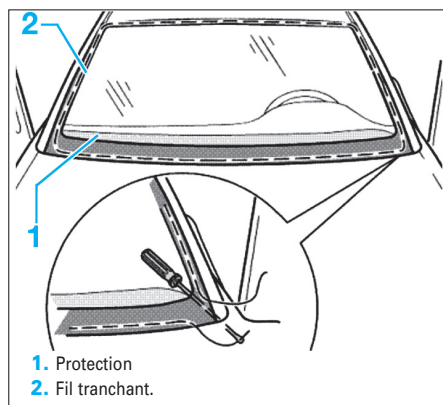

FIG. 1
- Insérer le fil à couper dans le coin inférieur gauche du pare-brise (Fig.1).